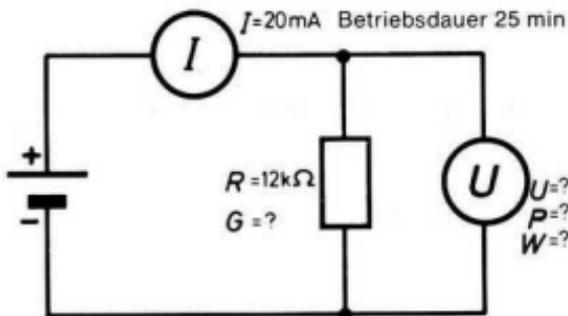

Bild 12
- Ermitteln Sie im Bild 12 die Spannung, die Leistung, die im Widerstand R umgesetzt wird, die Arbeit, die die Spannungsquelle während einer Betriebsdauer von 25 min liefert und den Leitwert des Widerstandes.